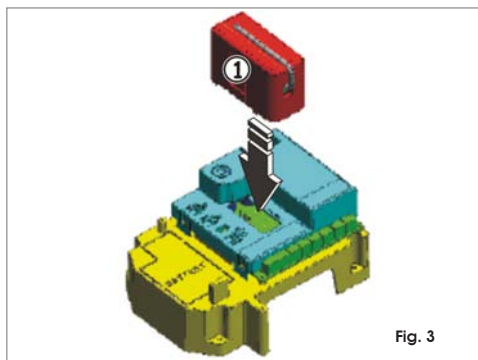

Fig. 3
De apparatuur is voorzien van een geïntegreerd decoderingssysteem met twee kanalen. Met dit systeem kan, door middel van een aanvullende ontvangsmodule (Fig. 3 ref. ①) en afstandsbedieningen met dezelfde frequentie, zowel de volledige opening (OPEN A) als de gedeeltelijke opening (OPEN B) van het automatische systeem in het geheugen worden opgeslagen.